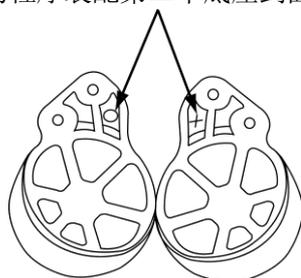

图: 22a
- 检查黑色的塑料耳罩底座并找到上面的“X”和“O”模塑标记。底座（耳罩）分左侧和右侧。在佩戴时，标有“X”的底座应该置于面罩右侧，同时标有“O”的底座应该置于头罩左侧（也就是“X”在右，“O”在左）。图22a描绘了底座上“X”和“O”的位置。